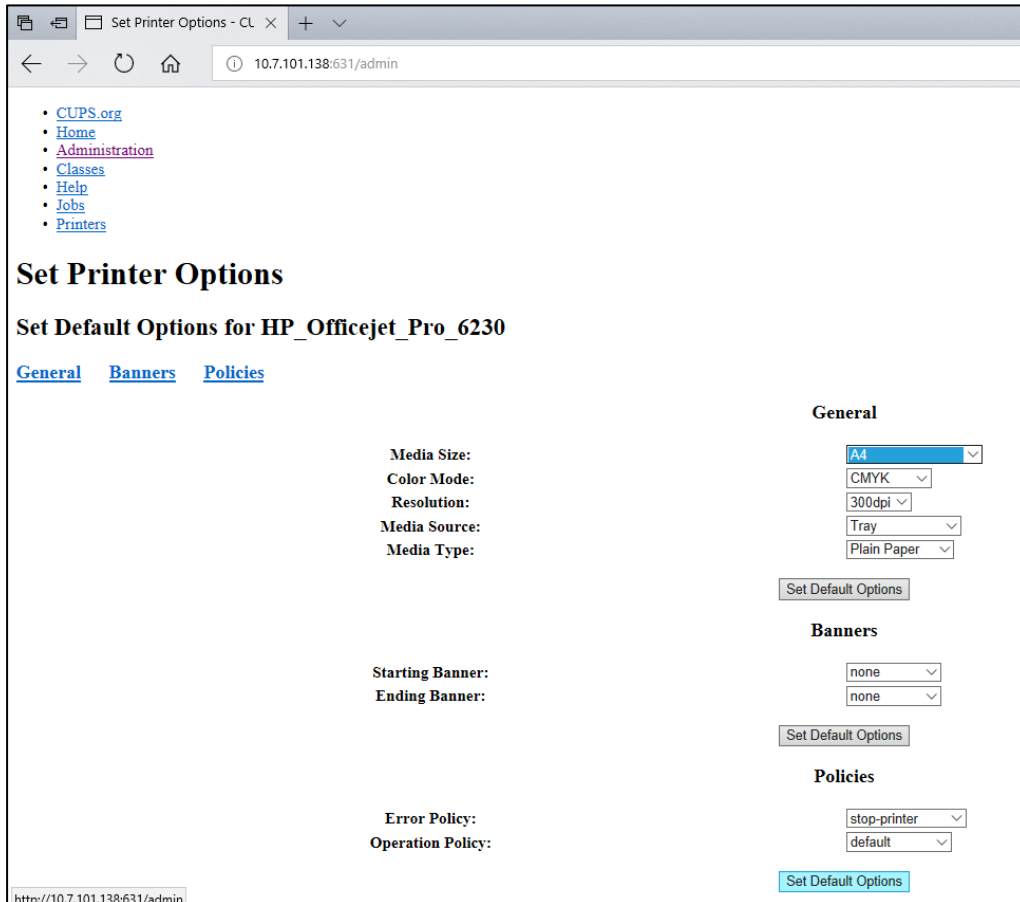

Рис. 84. Вибір правильного формату друку.
7. Виберіть правильний формат у параметрі **Media Size** (Формат носія) (наприклад, «A4»), оскільки деякі принтери не друкуватимуть, якщо формат паперу неправильний. Далі збережіть вибір, натиснувши **Set Default Options** (Установити параметри за замовчуванням), (рис. 84).